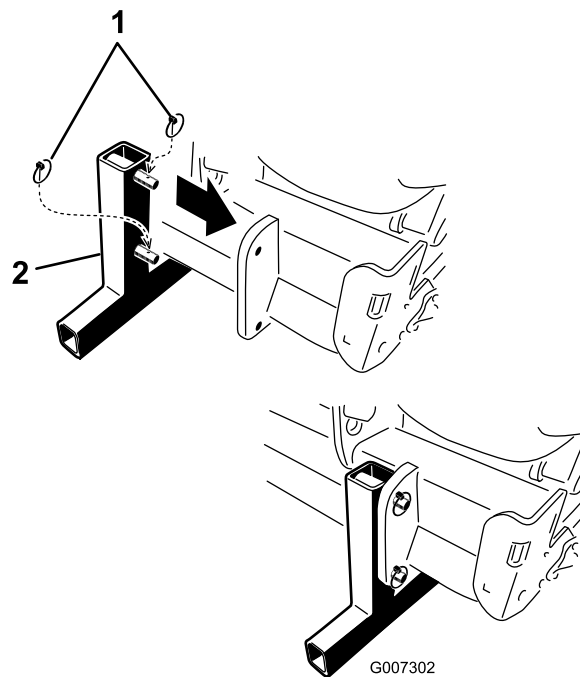

Figura 44
5. Instale os suportes de armazenamento e fixe-os ao arejador com os pinos de sujeição (Figura 44).